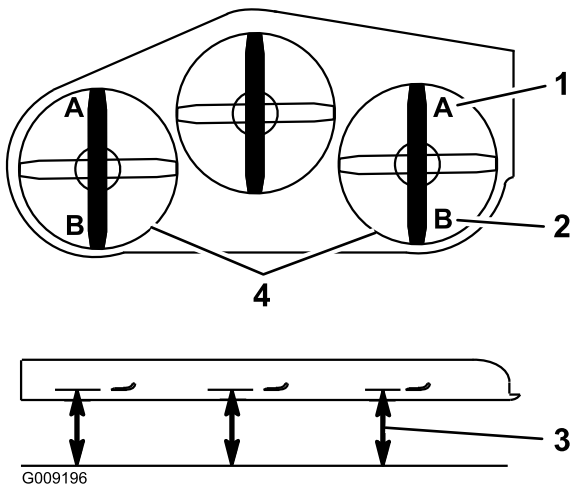

Bild 72
9. Messen Sie an beiden Seiten des Mähwerks den Abstand von der ebenen Fläche bis zur vorderen Messerspitze (Stellung A). Der Wert sollte 7,6 mm sein (Bild 72).
15. Messen Sie an beiden Seiten des Mähwerks den Abstand von der ebenen Fläche bis zur hinteren Messerspitze (Stellung B). Der Wert sollte 8,3 cm sein (Bild 72).